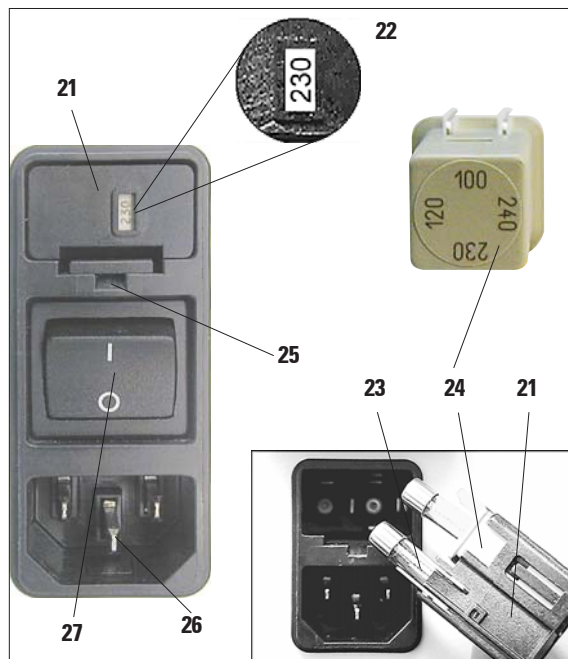

Fig. 10
O seletor de voltagem situa-se acima do comutador de alimentação, na parte traseira esquerda do aparelho (Fig. 10). O ajuste de voltagem é mostrado na janela de visão (22).
- Insira uma chave de fenda pequena na fenda (25) e force a inserção com cuidado.
- Remova o gabinete do seletor de voltagem (21) junto com os fusíveis (23). Remova o bloco seletor de voltagem (24) (branco) e insira-o novamente de modo que a voltagem da corrente local seja mostrada na janela de visão (22).